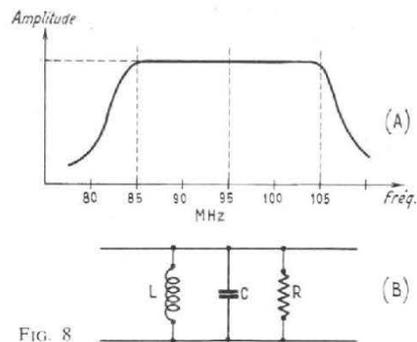

FIG. 8
La figure 8 indique, en (A) la courbe de transmission qui doit se maintenir à peu près rectiligne entre les deux limites de la bande et tomber aussi rapidement que possible au-delà des limites. En pratique, la courbe (A) est moins rectiligne que celle représentée.
On règle le générateur (modulé à 400 ou 1 000 Hz) sur une tension E, telle que le signal de sortie permette d'obtenir une puissance de l'ordre du dixième de la puissance maximale et on applique cette tension constante à diverses fréquences de la bande des FM, c'est-à-dire à 80, 82,5, 85, 87,5, 100, 102,5, 105, 107,5, 110 MHz et on construit la courbe de réponse analogue à celle de la figure 8 A.